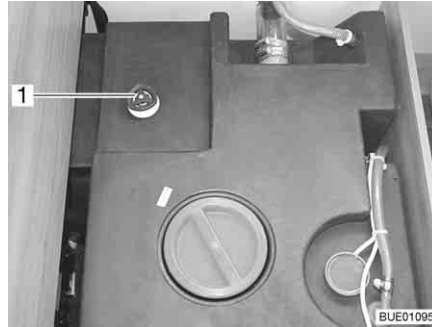

Fig. 244 Depósito de agua con tirador giratorio
- Girar el tirador giratorio (Fig. 244,1) sobre el depósito de agua en sentido de las agujas del reloj, hasta el tope.
- Girar el tirador giratorio (Fig. 244,1) sobre el depósito de agua en sentido contrario a las agujas del reloj, hasta sentir resistencia. El agua se saldrá hasta 60 litros.